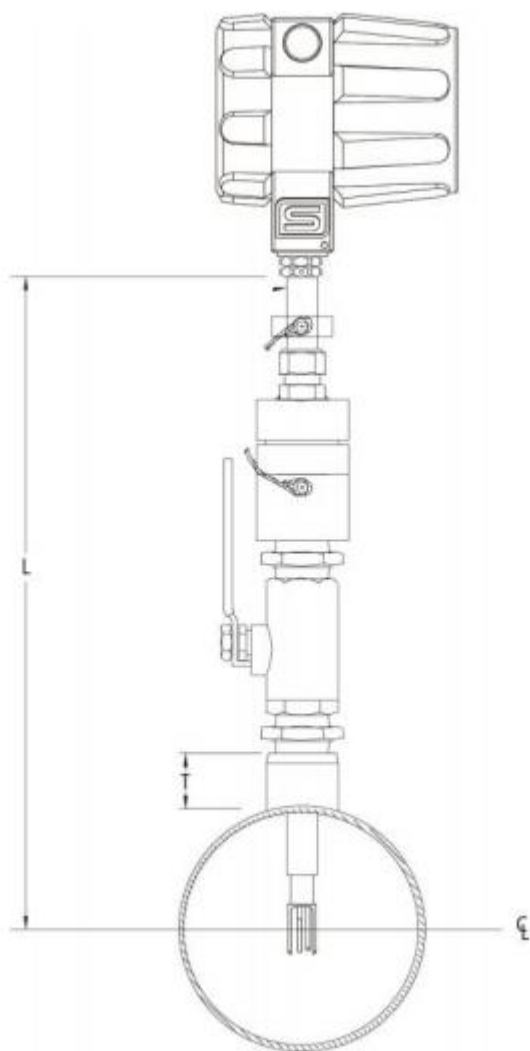

Рисунок 2-2: Глубина вставки при врезке низкого давления
2. Вычислите требуемую глубину погружения датчика, как показано на Рис. 2-2 для нижнего предела давления или на Рис. 2-3 для верхнего предела давления.